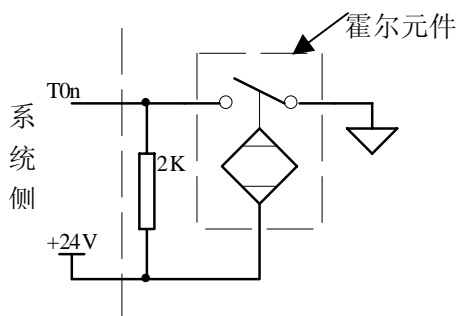

图 2-34
3、外部连接电路如图 2-34 所示，刀位信号为低电平有效时，需外接上拉电阻。